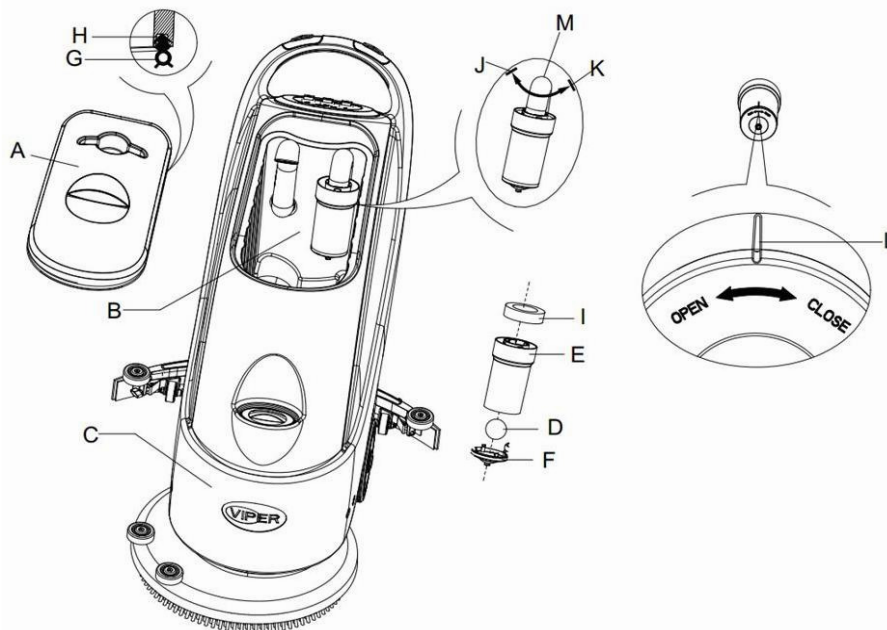

Abbildung 16
2. Drücken Sie den Netzschalter (41) auf die "O"-Position und schalten Sie das Gerät aus.
3. Öffnen Sie die Abdeckung des Schmutzwassertanks (A, **Abbildung 16**), und entnehmen Sie den Schwimmer (36) aus dem Schmutzwassertank.
4. Verwenden Sie klares Wasser zur Reinigung des Tankdeckels (A), der Tanks (B und C) und der Schwimmer-Filterfassung (E). Lassen Sie durch das Schmutzwasserrohr (15) das gesamte Wasser aus dem Wassertank ablaufen.
5. Folgen Sie, falls nötig, den Symbolen "Öffnen" und "Schließen", wie in **Abbildung 16** dargestellt, öffnen Sie den unteren Deckel (F) des Schwimmer-Filters und reinigen den Schwimmer (D), die Schwimmer-Filterfassung (E) und den Filter-Schwamm (I). Fixieren Sie nach der Reinigung den Schwimmer auf der Schwimmer-Filterfassung (E), und richten Sie die Markierungsnut (L) des unteren Deckels (F) des Schwimmer-Filters nach der Markierungsnut (L) der Schwimmer-Filterfassung (E) aus. Drehen Sie den unteren Deckel (F) des Schwimmer-Filters fest und fixieren Sie den Filter-Schwamm (I) auf der Schwimmer-Filterfassung (E) und dann auf dem Vakuumpipe (M).
6. Überprüfen Sie die Zuverlässigkeit des Dichtungsring (G) der Wassertankabdeckung.
Falls erforderlich, sollte der Dichtungsring des Wassertanks (G) aus der Nut (H) entnommen und ausgetauscht werden. Beim Einsatz eines neuen Wassertank-Dichtungsring, wie in **Abbildung 16** unten dargestellt, installieren Sie den Anschluss im mittleren Bereich des hinteren Teils.
7. Prüfen Sie, ob die aufnehmende Oberfläche des Dichtungsring (G) intakt ist und ausreichend abdichtet.
8. Schließen Sie die Abdeckung des Schmutzwassertanks (A).